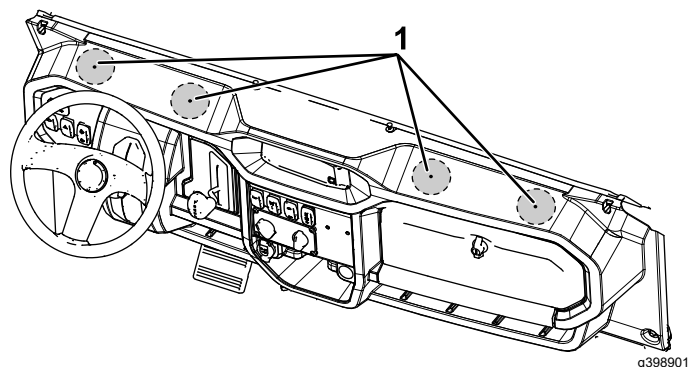

Figura 11
1. Localize as quatro reentrâncias piloto de furação no topo do painel de instrumentos (Figura 11) e faça quatro furos (76 mm) diretamente sobre as reentrâncias piloto.